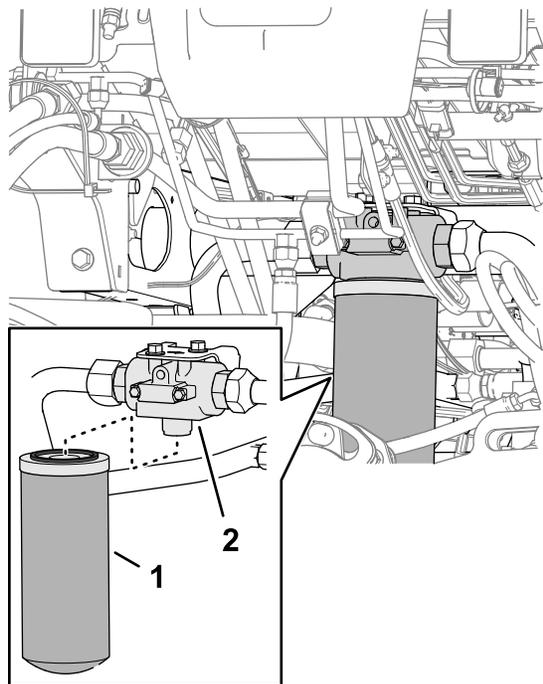

Рисунок 103
2. В передней части машины поставьте сливной поддон под фильтр линии возврата (Рисунок 103).